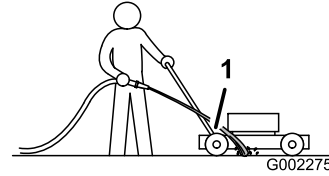

Figure 24
3. Tenez le tuyau d'arrosage à hauteur du guidon et dirigez le jet d'eau vers le sol, juste devant la roue arrière droite (Figure 24).